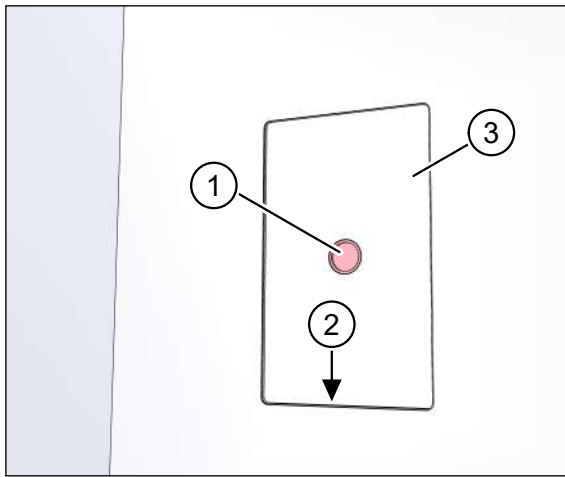

Abb. 38: Montageset innen verputzt
- ▶ Entfernen Sie den Signaldeckel (Pos. 1 in Abb. 38).
- ▶ Ritzen Sie mit einem Messer den Putz an der Innenseite des Putzrahmens (Pos. 2 in Abb. 38) ein.
- ▶ Entfernen Sie vorsichtig den Putzschutzdeckel (Pos. 3 in Abb. 38) und die dahinter liegende Kartoneinlage.